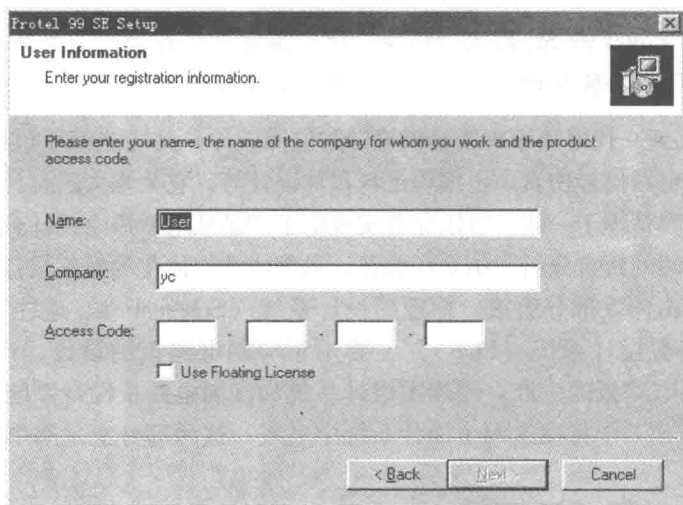

图 1.1 第二个 Protel 99 SE Setup 对话框
(1) 运行安装光盘中的 Protel 99 SE 子目录下的 Setup. exe 文件，将显示第一个 Protel 99 SE Setup 对话框。
(2) 单击“Next”按钮，将显示第二个 Protel 99 SE Setup 对话框，如图 1.1 所示。在该对话框中的“Name”文本框中输入用户名；在“Company”文本框中输入单位名称；在“Access Code”文本框中输入序列号。序列号可在安装盘的安装说明文件中找到。